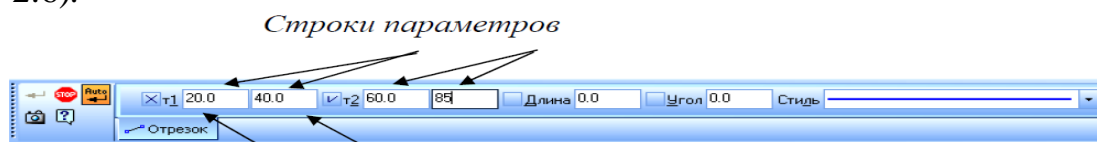

Рисунок 2.6 – Строка параметров Отрезка
3. Введите значения координат первой и второй точек в поле (рисунок 2.6).